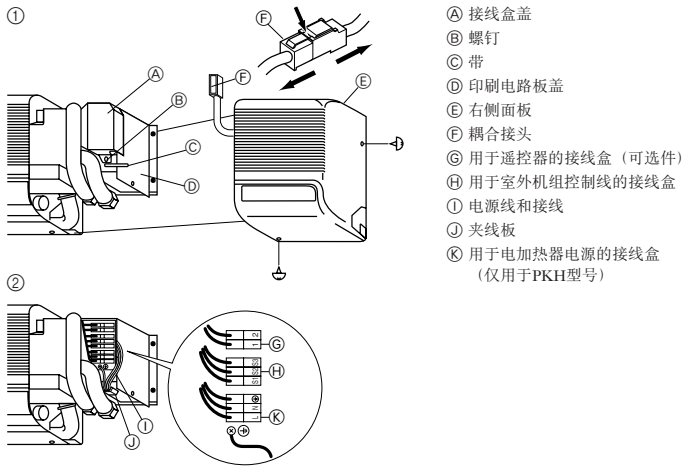

Fig. 6-1
6.1. 室内机组 (Fig. 6-1)
- ① 卸下右侧面板。